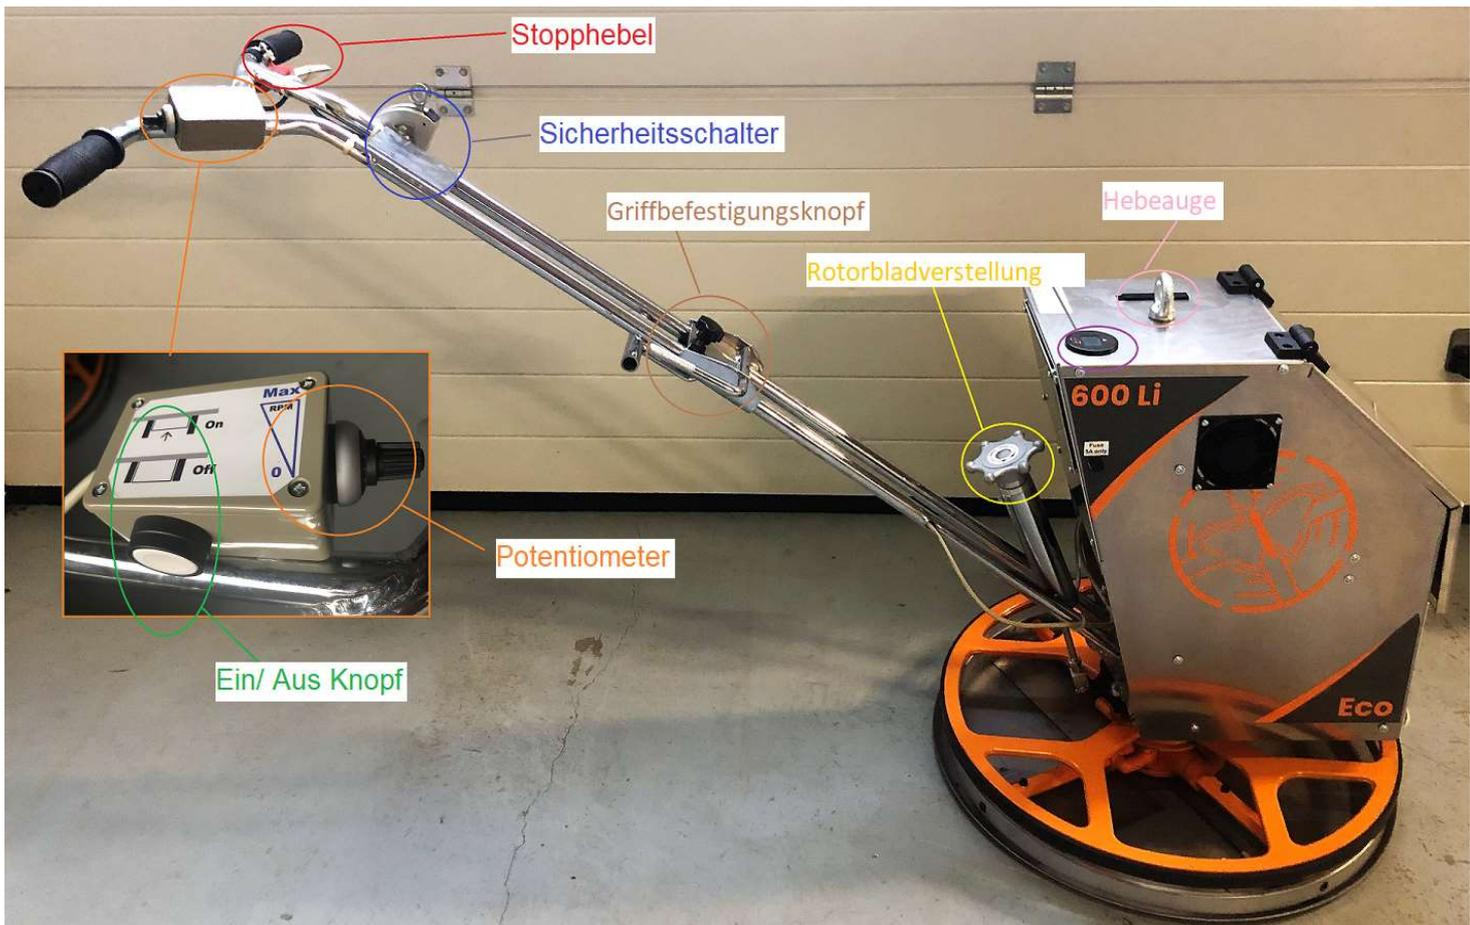

Bild 3: Bedienelemente
Vor der Verwendung der Maschine sollte der Bediener die Bedeutung, Verwendung und Position der nächsten Elemente vollständig verstehen (Tabelle 1 und Bild 3):
- Starten Sie den Motor durch Drehen des Ein / Aus Knopf (grüne Taste, Bild 3).
- Das Potentiometer (orange, Bild 3) muss vollständig gegen den Uhrzeigersinn gedreht werden (Nullposition, vollständig nach links gedreht).